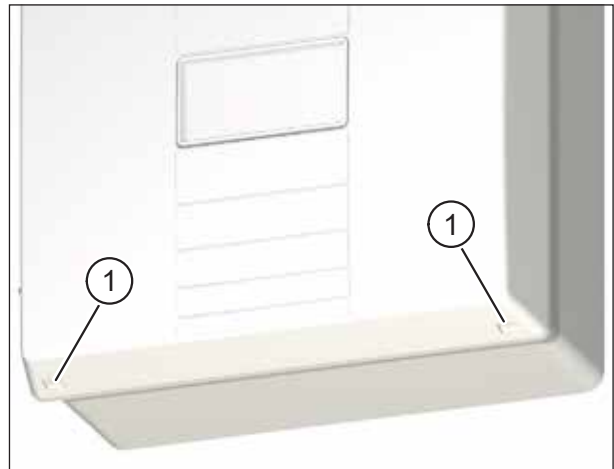

Abb. 13: Gerätedeckel vom Lüftungsgerät abnehmen
- ▶ Drücken Sie mit beiden Daumen auf die beiden Rasthaken (Pos. 1 in Abb. 13) an der Unterseite des Lüftungsgerätes. Der Gerätedeckel löst sich.